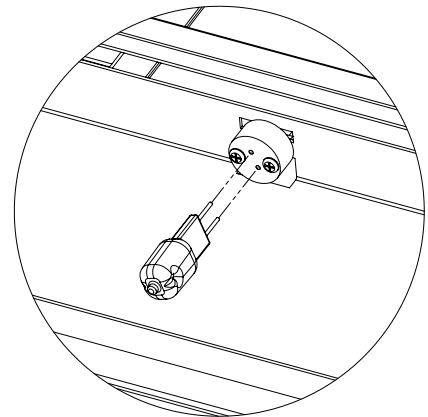

Figure 26. Remplacement de L'ampoule Halogène
6. Portez des gants en coton lors du remplacement des ampoules halogènes. Saisissez fermement l'ampoule à la base et tirez tout droit pour la retirer ; remplacer l'ampoule si nécessaire. Saisissez la nouvelle ampoule par le manchon en polystyrène - il est essentiel que vos doigts nus ne touchent pas l'ampoule (voir Figure 26). **Les huiles de vos doigts réduiront considérablement la durée de vie de l'ampoule.**